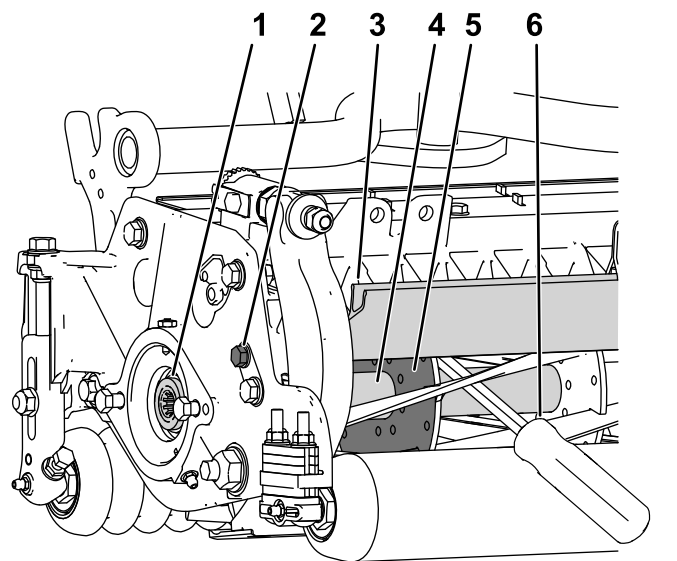

Figura 29
1. Desaperte o parafuso do resguardo no lado esquerdo da unidade de corte e eleve o resguardo traseiro (Figura 29).
2. Insira um pé de cabra de cabo longo (recomendado 3/8 x 12 pol. com pega de chave de parafusos) através da traseira do cilindro de corte, o mais próximo do lado da unidade de corte que irá apertar (Figura 29).
3. Coloque o pé de cabra contra o lado soldado da placa de suporte do cilindro (Figura 29).